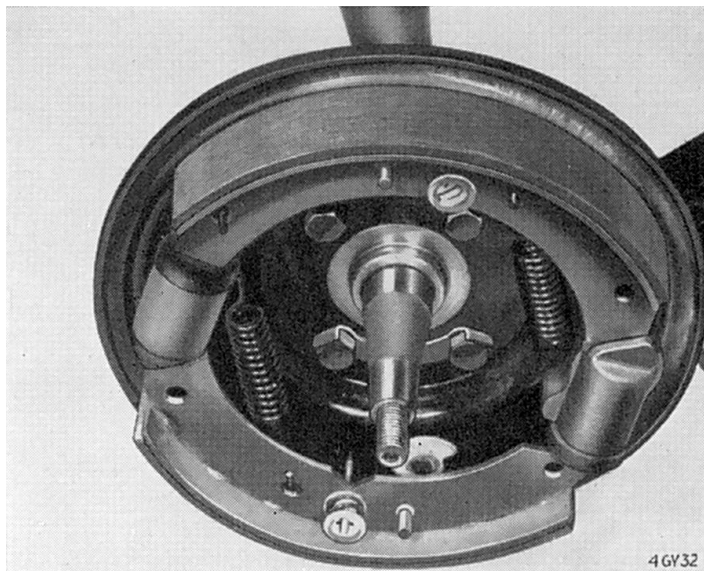

Fig. 22. Blocage des têtes des boulons avec les pattes de l'attache
Fixer les éléments avec les boulons (51), les rondelles Grower (49), l'écrou Nylstop (25) et une attache de blocage neuve (48), Serrer les boulons et l'écrou Nylstop aux couples indiqués à la page 0.314. Rabattre les pattes sur les deux têtes de boulons inférieures comme indiqué Fig. 22.